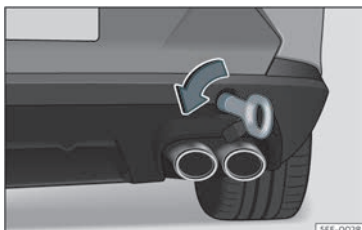

Fig. 46 No lado dereito do parachoques traseiro: argola de remolque roscaada.
- Enrosque a argola de remolque na cavidade, xirándoa ao máximo **no sentido contrario ao das agullas do reloxo**»» **fig. 46** »» **!**. Use un obxecto adecuado co que poida enroscar totalmente e con firmeza a argola de remolque na súa cavidade.